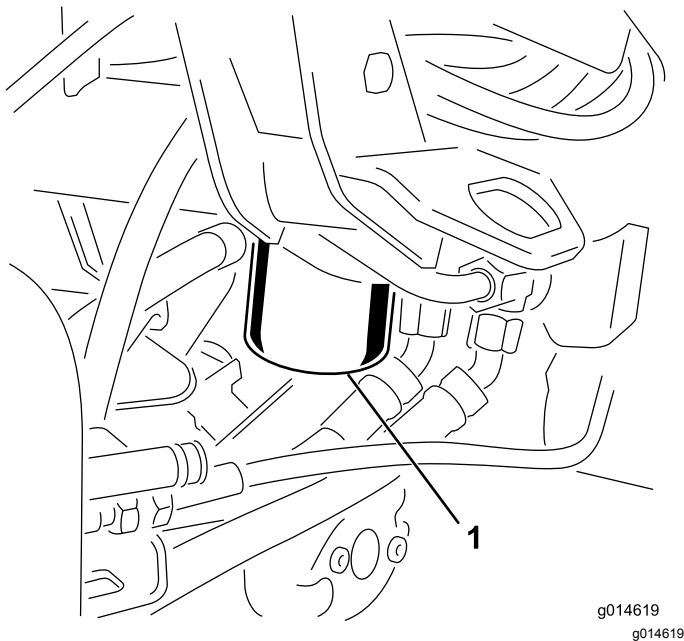

Figure 39
3. Placez un bac de vidange sous le bouchon de vidange du côté droit de la machine (Figure 39).
5. Déposez le filtre hydraulique usagé de la tête du filtre, puis installez rapidement le nouveau filtre hydraulique (Figure 39) en le vissant à la main jusqu'à ce que le joint touche la tête du filtre, puis serrez-le encore de $\frac{3}{4}$ de tour.